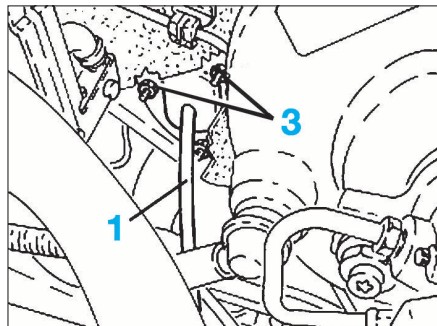

FIG. 15
- Déposer les écrous (3) fixant le câble (1) au tablier (Fig.15).